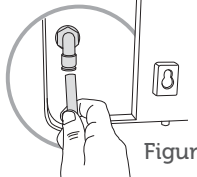

Figura 4
- 6- Encaixe a outra ponta da mangueira na entrada de água atrás do produto. Certifique-se de que a mangueira esteja completamente encaixada (Figura 4). Verifique a marcação indicativa na ponta da mangueira. Caso tenha sido cortada, certifique-se de encaixe até 16 mm.